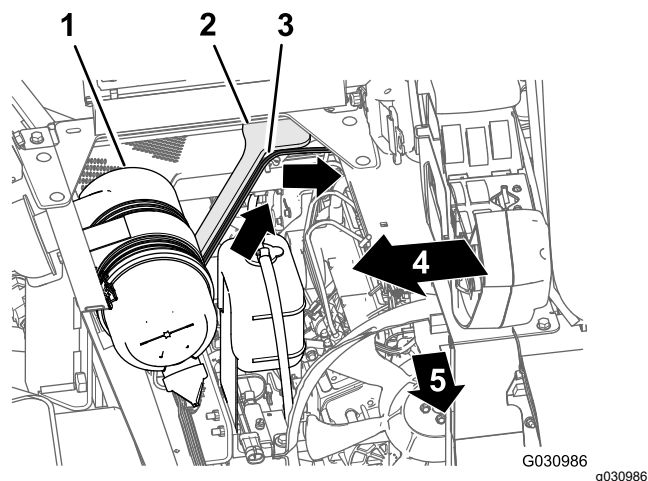

Рисунок 109
1. Проложите ответвление жгута проводов длиной 165 см вверх и внутрь задней части отсека двигателя вдоль правой опоры кожуха двигателя — передней части воздуховода, который соединяет воздушный фильтр с двигателем (Рисунок 109).